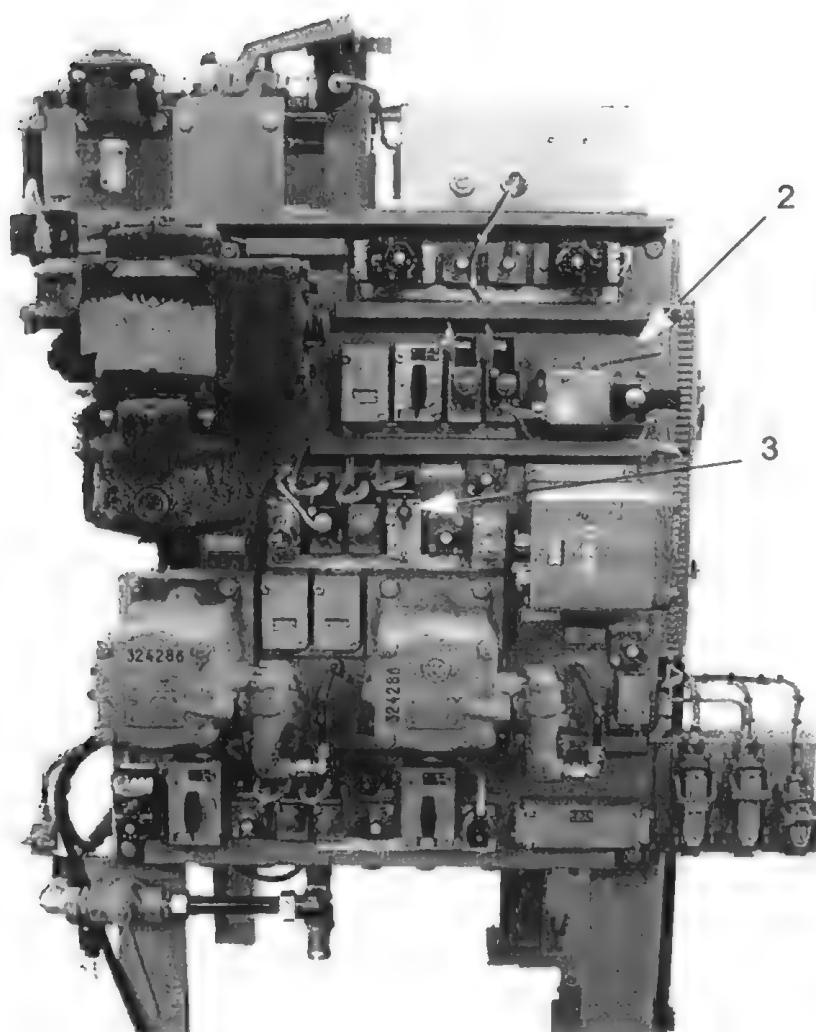

Bild 13-3 / Bremstafel
- Direkte Bremse absperren. Absperrhahn „Direkte Bremse“ (Bild 13-3 / Pos. 3) auf der Bremstafel waagerecht stellen.
- Das Sifa-Ventil auf der Bremstafel (Bild 13-3 / Pos. 2) absperren (nach rechts legen)